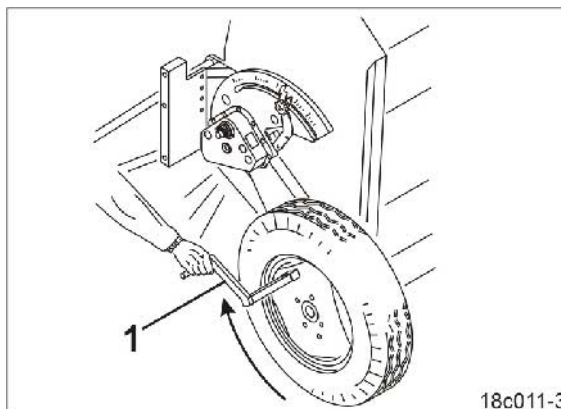

Рис. 104
3. Вставьте рукоятку для установки нормы посева (Рис. 104/1) в квадратную трубу на правом колесе.